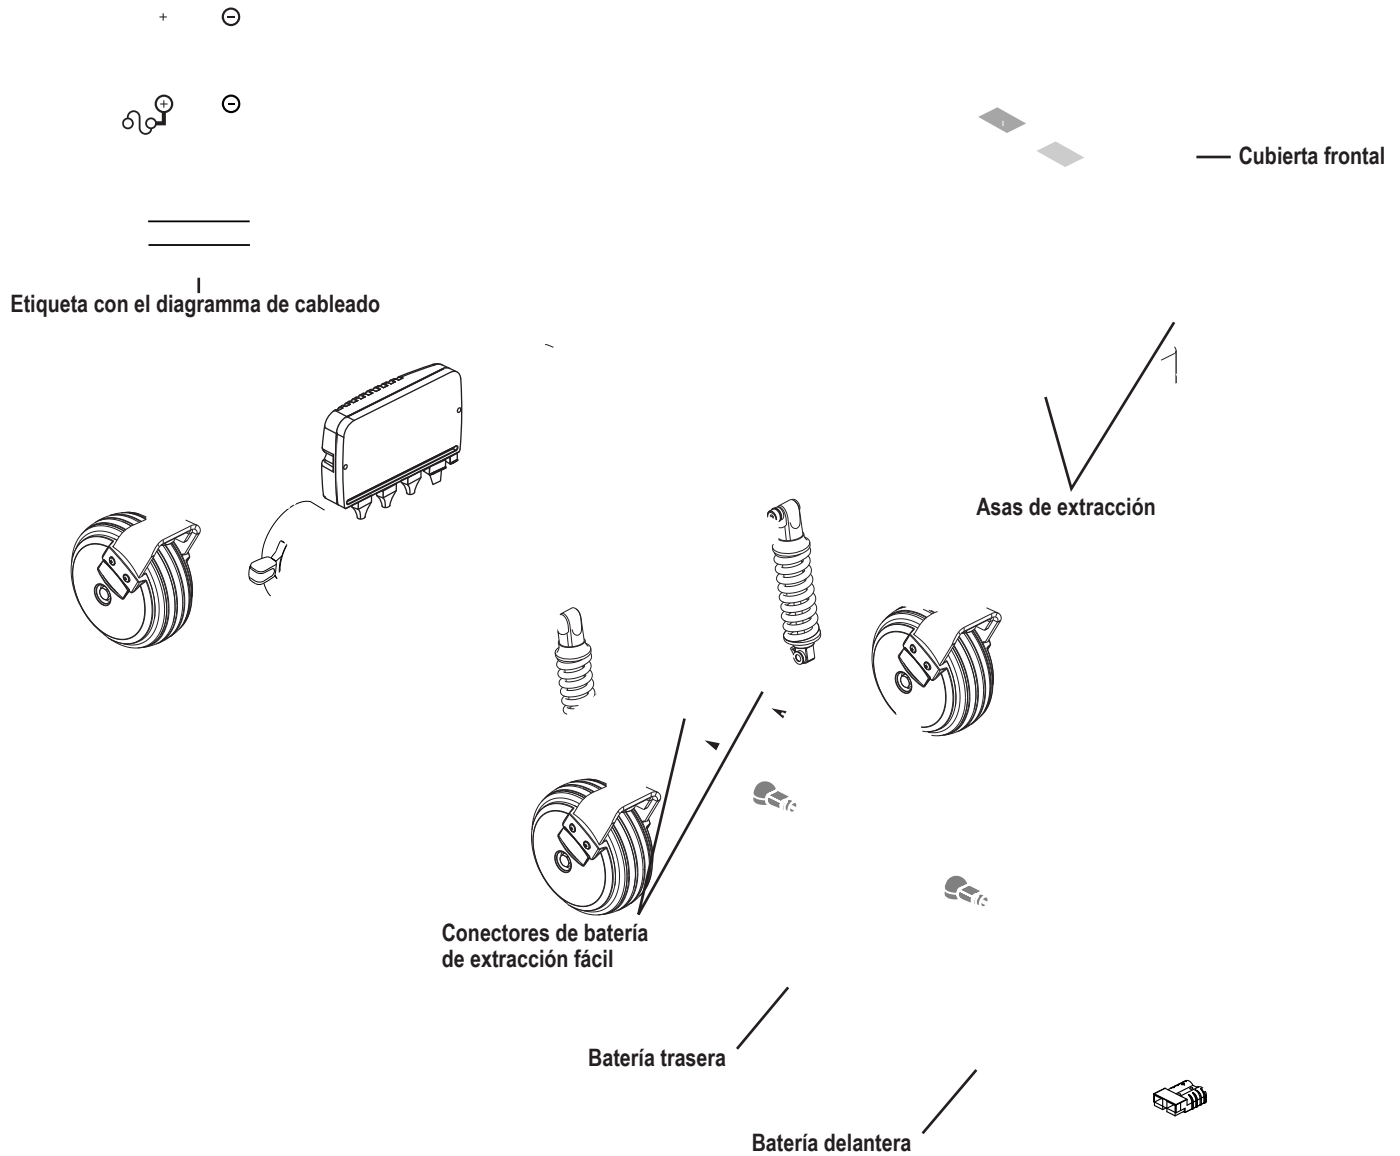

Figura 23. Rueda motriz
4. Retire las cinco tuercas de la rueda motriz del cubo. **Ver figura 23.**